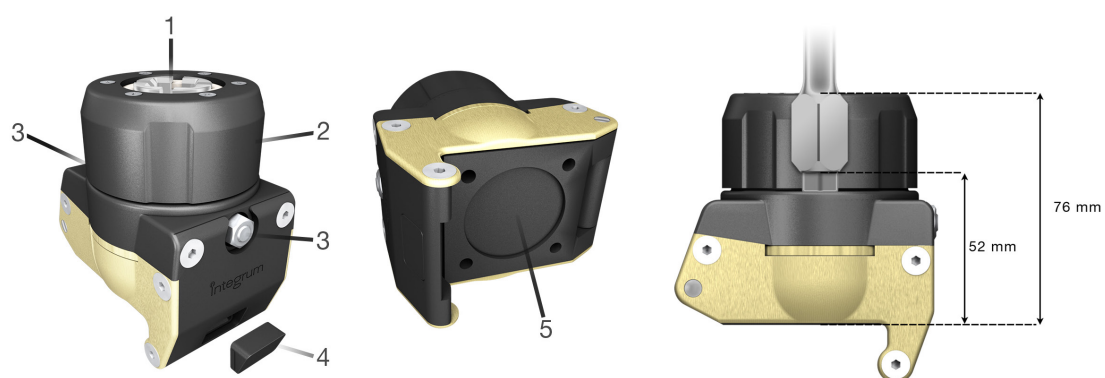

Abbildung 1. Produktbeschreibung
Folgende Teile sind in Abbildung 1 gekennzeichnet:
Gebäudehöhe (in Abbildung 1 markiert)	52 mm
Gesamthöhe (in Abbildung 1 markiert)	76 mm
Befestigen Sie die Prothetikkomponenten (z. B. Pyramidenadapter, Knieprothese usw.) mit Standardtechniken und gemäß den Anweisungen des Herstellers der Prothesenkomponente(n) am Axor™ II. Verwenden Sie M6-Schrauben, um die Prothetikkomponenten mit der 4-Loch-Konfiguration an der Unterseite des Axor™ II zu verbinden (Nr. 5 in Abbildung 1). Die Länge der Schrauben hängt von den verwendeten Prothetikkomponenten ab, es wird jedoch empfohlen, so lange Schrauben wie möglich zu verwenden, ohne die Gewindetiefe von 12 mm Axor™ II zu überschreiten.
Der Stopfen in der Axor™ II Frontplatte sitzt in einem Loch (Nr. 4 in Abbildung 1), das den Zugang zu den Einstellschrauben der Prothetikkomponenten ermöglicht. Entfernen Sie den Stecker vorsichtig mit einem Werkzeug (z. B. Schraubendreher) von der Rückseite.
Der obere Teil des Axor™ II hat vier konische Backen mit einer quadratischen Öffnung für das Abutment (Nr. 1 in Abbildung 1). Die Backen werden mit einem Schraubmechanismus angezogen, der manuell gesteuert wird (Griff als Nr. 2 in Abbildung 1 gezeigt).
1. Lösen Sie die beiden Ausrichtungsschrauben (Nr. 3 in Abbildung 1) - maximale eine halbe Drehung.